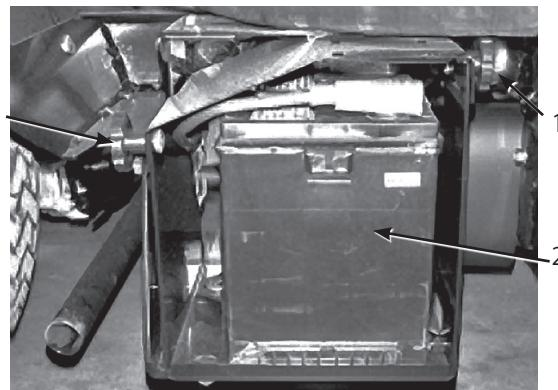

図60
2. バッテリー・ボックスのノブ(図60)をゆるめ、カバーを外す。
3. バッテリー押さえを元通りに取り付ける（図60）。
4. バッテリーカバーを元どおりに取り付けノブ（図60）で固定する。
1. バッテリー・ボックスのノブ（図60）をゆるめ、カバーを外す。